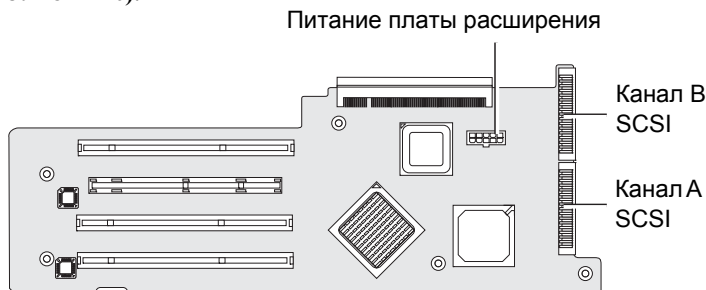

РИСУНОК 4-26 Отсоединение разъемов платы расширения
6. Отсоедините кабель данных SCSI и разъем питания от платы расширения (см. РИСУНОК 4-26).